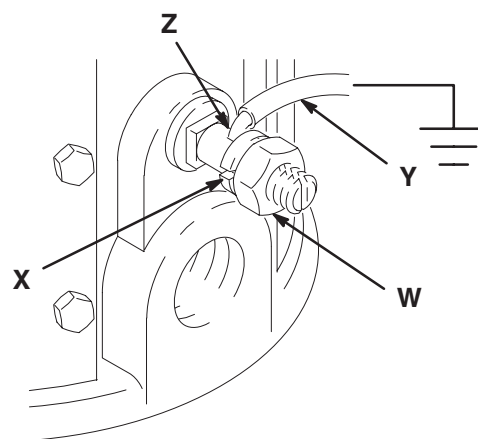

Рис. 1
1. *Насос*: используйте провод заземления и зажим, как показано на Рис. 1.